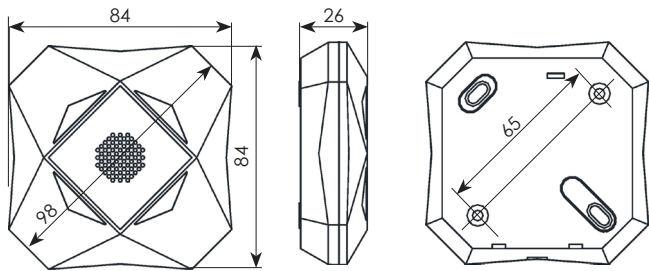

Рисунок 4
Габаритные размеры, не более	см. рисунок 4
8.1 Выбрав место установки сирены (см. раздел 9), произведите разметку для её крепления. Для разметки может быть использовано основание сирены (рис.4).